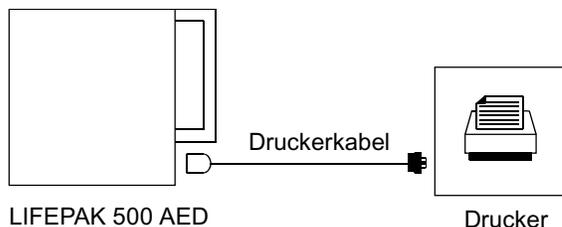

Abbildung 4-6 Anschließen des AED an einen Drucker
- Die Geräte wie in Abbildung 4-6 dargestellt untereinander anschließen.